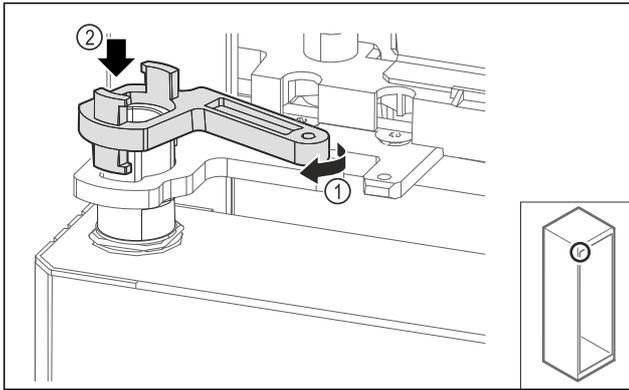

Fig. 70
- ▶ Περιστρέψτε ελαφρά το κλείδωμα του στηρίγματος Fig. 70 (1) και τοποθετήστε το στο χιτώνιο Fig. 70 (2).